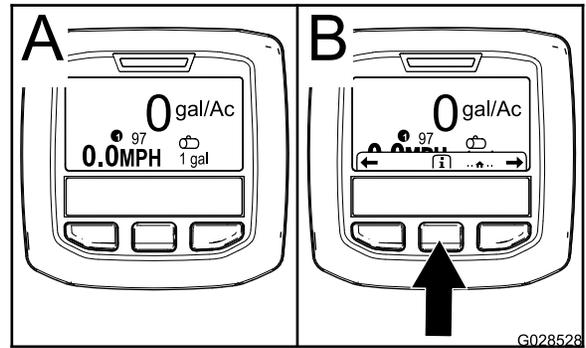

Bild 4
2. Nach ca. 15 Sekunden wird der Homebildschirm angezeigt. Drücken Sie die mittlere Auswahltaste, um den Informationskontext anzuzeigen (**Bild 4**).